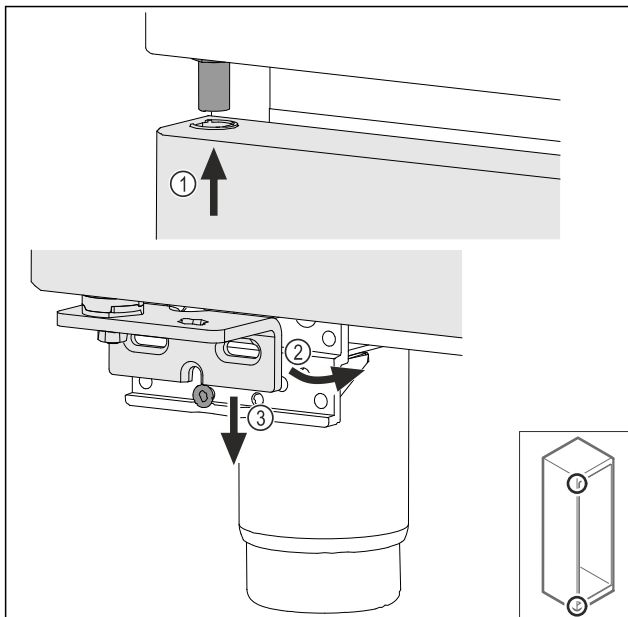

Fig. 42
- Kissé megbillentve fűzze be az ajtót felül Fig. 42 (1), majd igazítsa egyenesbe az ajtót Fig. 42 (2), és helyezze rá az alját a csapágybak csavarjára Fig. 42 (3).